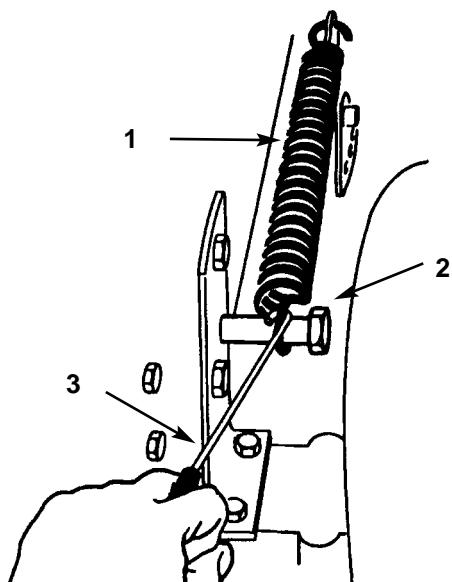

Fig. 39
- Togliere dal bullone di fermo (Fig. 39) la molla di agevolazione del sollevamento per l'altezza di taglio usando l'utensile della molla, fornito con la macchina. La molla è situata fra il telaio e la ruota posteriore destra.
13. Spostare la leva dell'altezza di taglio (sollevamento piatto di taglio) nella tacca "D". Agganciare nel bullone di fermo la molla di agevolazione del sollevamento per non smarrirla (Fig. 39).
**15.** Agganciare la molla di agevolazione del sollevamento sul bullone di fermo (Fig. 39). Usare l'utensile della molla, fornito con la macchina.